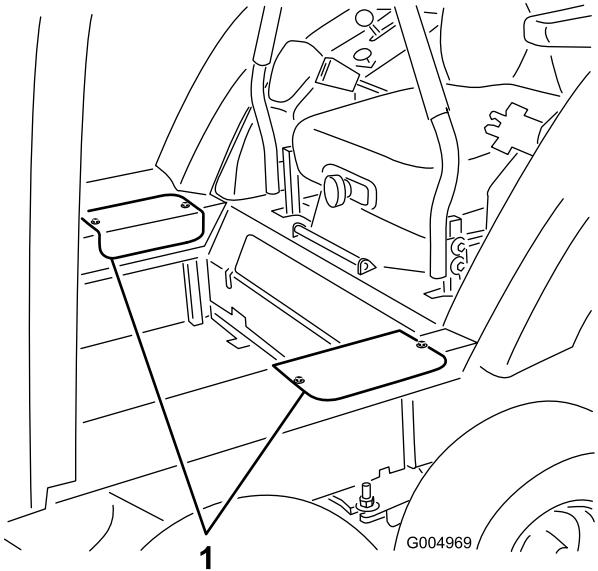

Figura 40
1. Retire los 2 tornillos que sujetan cada tapa de acceso lateral, y retire las tapas (Figura 40).